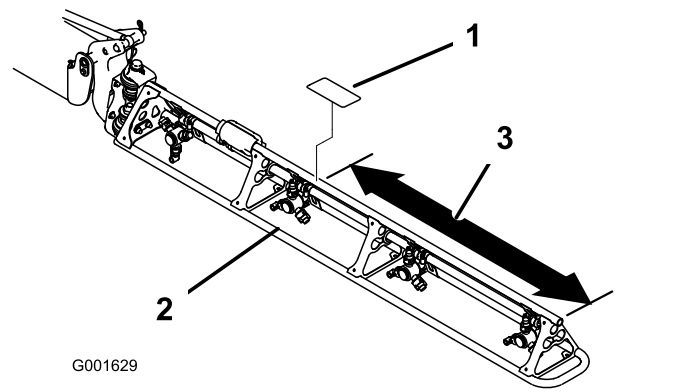

Figura 25
1. Misurate a partire dall'estremità delle barre, come come illustrato in Figura 25.
3. Rimuovete il retro dall'adesivo della trave pieghevole (104-8904) e fatelo aderire al tubo della trave della barra (Figura 25).